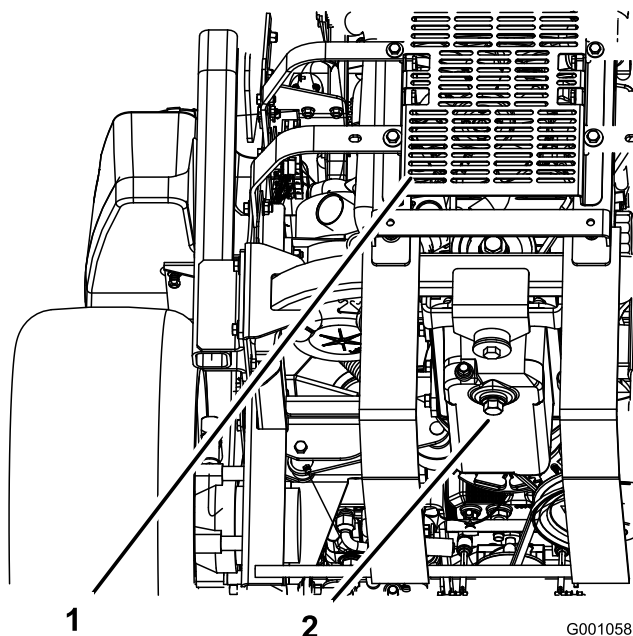

Figura 31
5. Collocate una bacinella sotto lo spurgo dell'olio. Togliete il tappo di spurgo e lasciate defluire tutto l'olio (Figura 31).